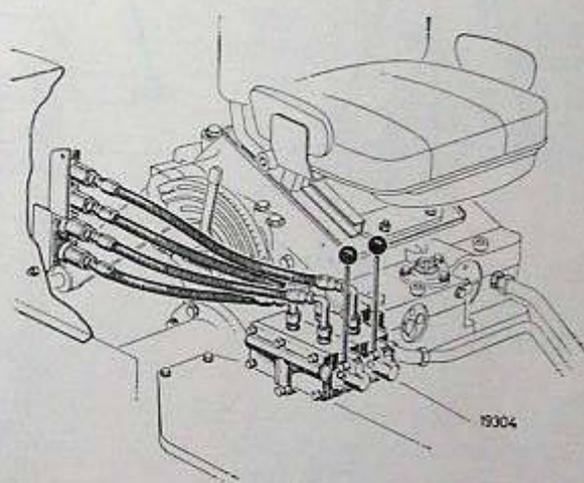

Bild 58
- 4 Schlauchanschlüsse und 2 doppelt wirkende Steuergeräte. (Bild 58).